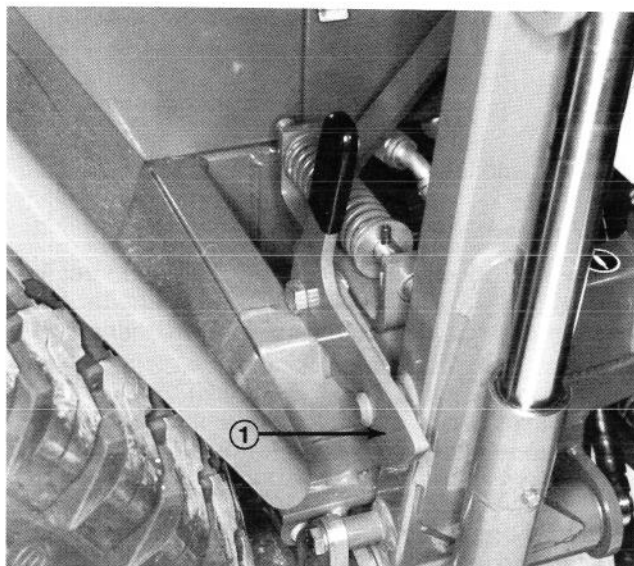

Fig. 26
Terminata la falciatura, spostare la leva di falciatura/lappatura su STOP e alzare le unità falcianti tirando indietro le leve di comando per il sollevamento. Tenere indietro le leve fin quando le unità falcianti non si saranno alzate completamente (il sistema idraulico emette un sibilo quando le unità falcianti sono alzate completamente). Bloccare le unità con i bloccaggi per il trasporto (Fig. 26).
**Nota:** 1 = 800 giri; 2 = 900 giri; 3 = 1000 giri; 4 = 1100 giri; 5 = 1200 giri (Fig. 26).